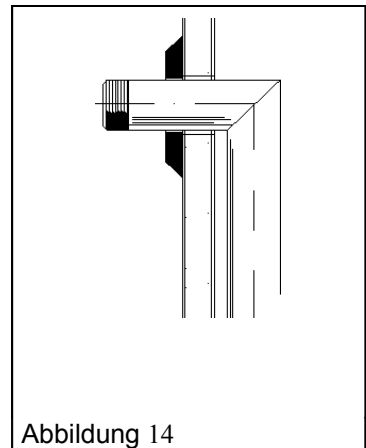

Abbildung 14
- Die Heiz- und Kühlregister sind mit Anschlussstutzen und entsprechendem Gewinde ausgeführt (Abbildung 14).